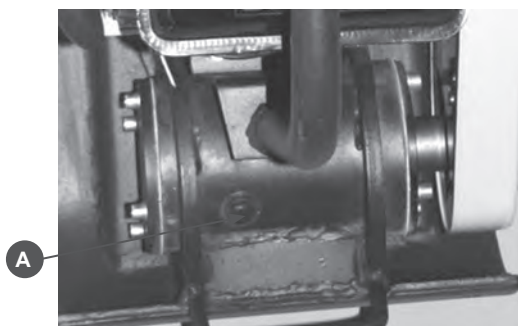

Рис.14
Виброплита PC5431F- в вибратор заливается моторное масло SAE30. Полный объем масла в вибраторе составляет 100 мл. Через каждые 100 отработанных часов необходимо производить замену масла. Контрольное отверстие для замены масла (A) находится в передней части вибратора (Рис.14).